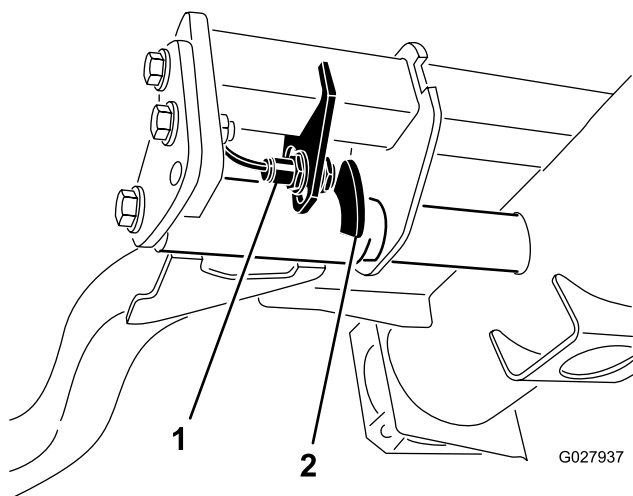

Рисунок 30
2. Переключатель подъемного рычага расположен под гидравлическим баком позади переднего правого подъемного рычага (Рисунок 30).
3. Ослабьте крепежные винты переключателя (Рисунок 30) и переведите переключатель вниз, чтобы увеличить высоту поворота подъемного рычага, или переведите переключатель вверх, чтобы уменьшить высоту поворота подъемного рычага.